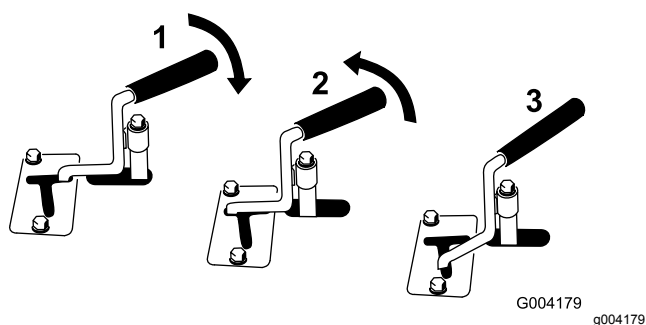

Рисунок 12
- Чтобы гидравлическое навесное орудие начало двигаться в направлении вперед, поверните рычаг вспомогательной гидравлики назад и потяните его в сторону контрольной штанги (Рисунок 12, номер 1).
- Для того чтобы гидравлическое навесное орудие начало двигаться в обратном направлении, поверните рычаг вспомогательной гидравлики назад, затем сдвиньте его влево, в верхний паз (Рисунок 12, номер 2).
вернется в НЕЙТРАЛЬНОЕ положение (Рисунок 12, номер 3). Если рычаг находится в положении ЗАДНЕГО ХОДА, он будет оставаться в этом положении до тех пор, пока вы не выведете его из паза.